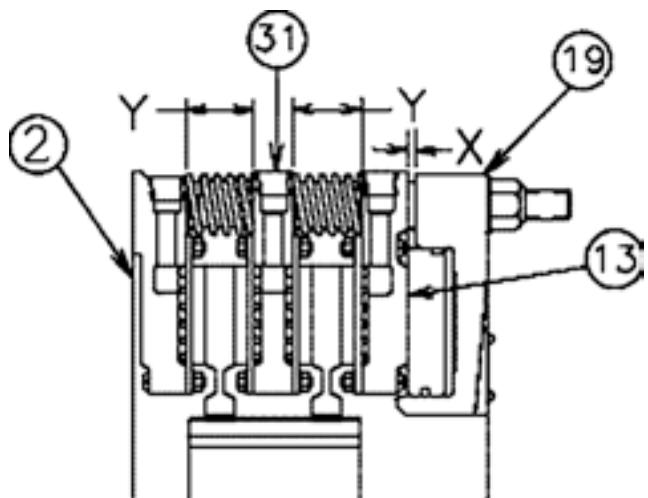

Рис. 8
Измеряют зазор «Y» между нажимным диском (13) и реактивной пластиной (31), зазор «Y» между реактивной пластиной (31) и монтажным фланцем (2), и зазор «Z» между реактивными пластинами (31), как показано на рис. 8, 9 и 10.